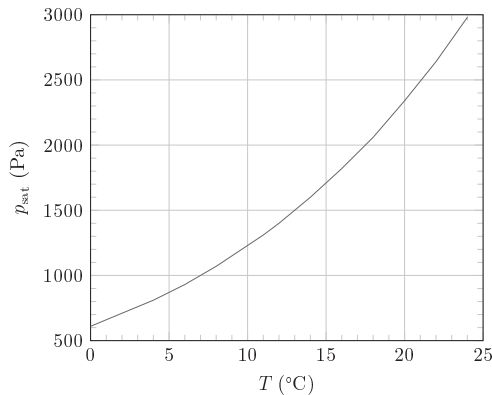

Figure 3 Pression de vapeur saturante en fonction de la température
- son *humidité relative* HR (ou *degré hygrométrique*) à la température T : $HR = \frac{p_v(T)}{p_{sat}(T)}$ où p_v est la pression partielle en vapeur d'eau et p_{sat} la pression de vapeur saturante dont la dépendance avec la température est donnée par la figure 3.